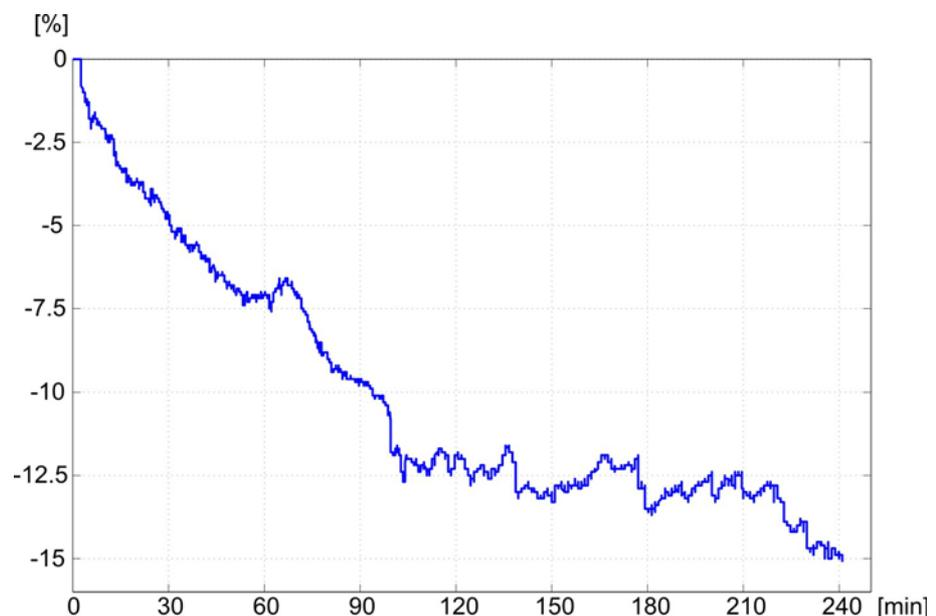

Fig. 11-19 Tendência do volume relativo de sangue (em %) durante o tratamento (tempo em minutos)
O sensor de hematócrito (opcional) (consulte a secção 11.4 Sensor de hematócritos (sensor HCT) (283)) apresenta valores do volume de sangue relativo (volume de sangue delta em %) em intervalos de tempo de 10 segundos. A função bioLogic Fusion utiliza estes valores para calcular os declives dos últimos 10 minutos da tendência RBV (Fig. 11-19) para monitorizar o desenvolvimento da redução de RBV.